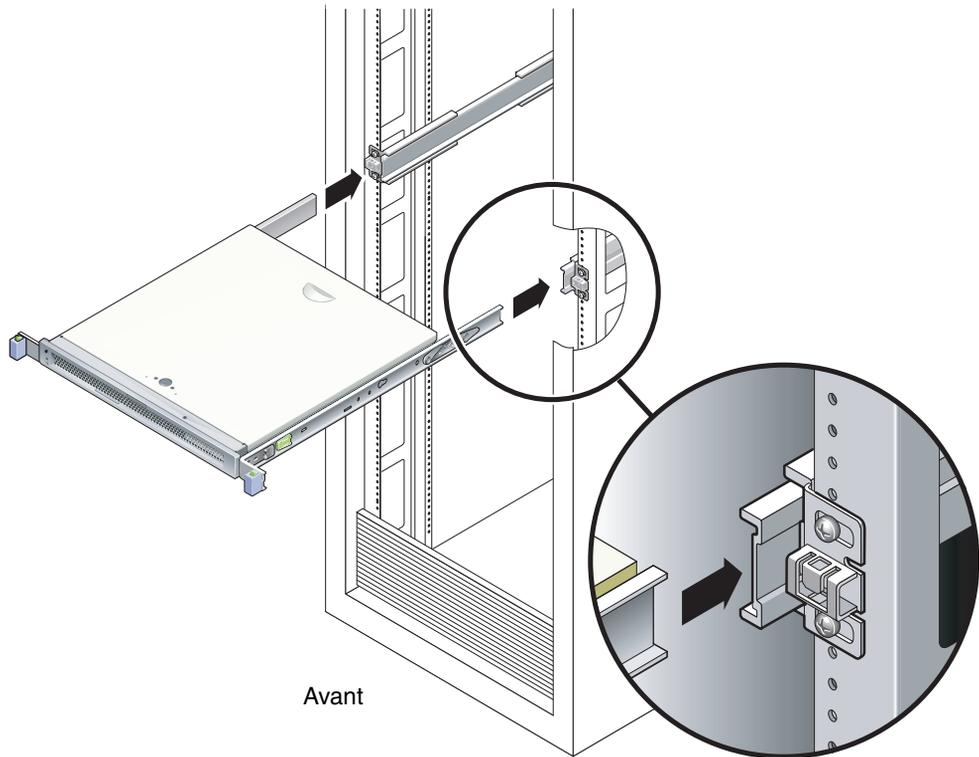

FIGURE 2-8 Montage du châssis sur les rails coulissants
2. Soulevez le serveur et introduisez les extrémités des supports de montage dans les rails coulissants gauche et droit (voir FIGURE 2-8).